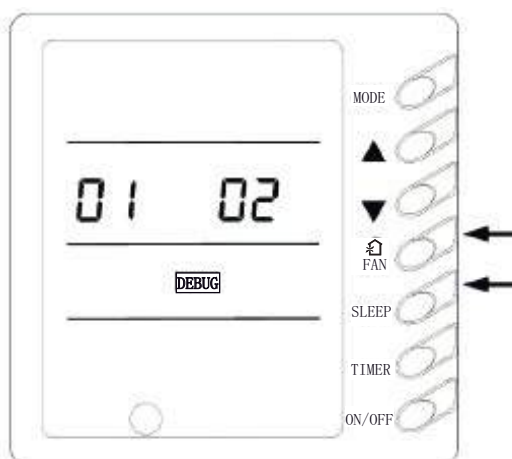

Рис.3.18
11. Функция НАЛАДКА(DEBUG)(Рис. 3.18)